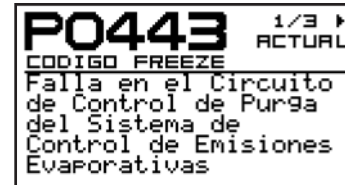

Fig.33
2. Con el botón hacia la derecha podrá ver las definiciones de los códigos de falla (Fig.33).